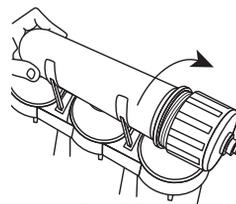

Рис. 20
- 5.8.6. Закрутите крышку корпуса мембраны (Рис. 20).